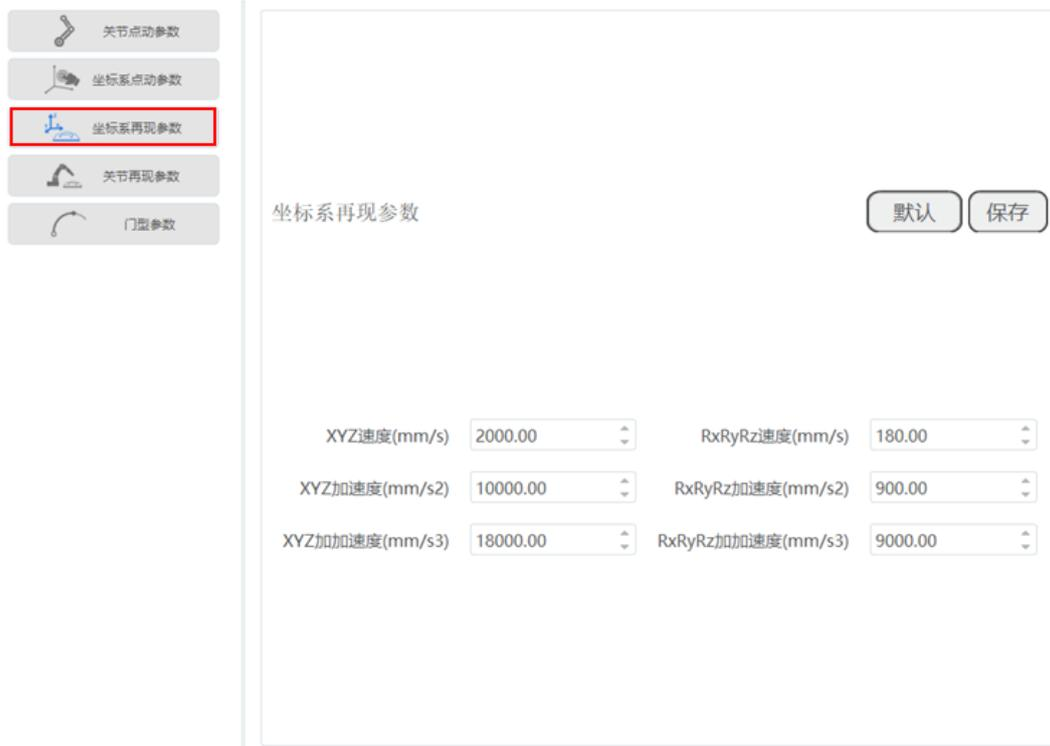

图 3.41 坐标系再现参数
- 坐标系再现参数：设置再现时各笛卡尔坐标轴的最大速度和最大加速度。如图 3.41 所示。